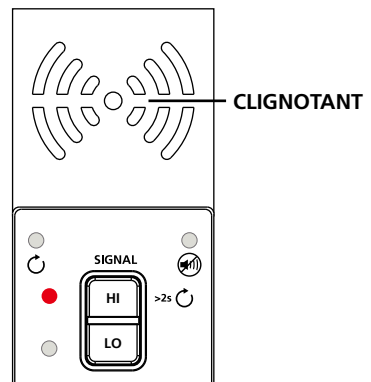

Figure 3.2b : Indicateur du
3. Sélectionnez le mode de signal ÉLEVÉ en appuyant sur HI pour la plupart des applications. Le transmetteur apparaît comme indiqué dans la figure 3.2b. L'affichage LED commence rapidement à clignoter.